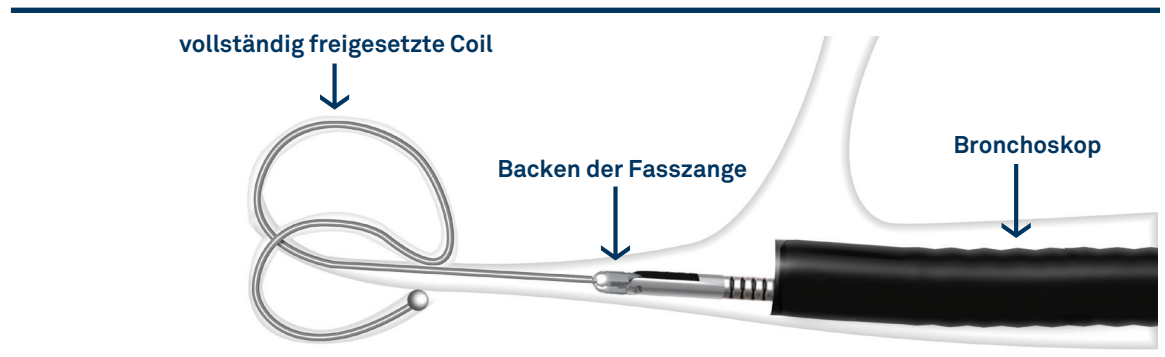

Abbildung 9: Beobachten der vollständig freigesetzten Coil
28. Den Katheter unter leichter konstanter Druckausübung zurückziehen, um die Fasszange vorzuschieben, bis die Backen der Fasszange etwa 2 cm distal vom Ende des Bronchoskops sichtbar sind. Die Fasszangenposition beibehalten und den Katheter weiter in das Bronchoskop zurückziehen (siehe **Abbildung 9**).